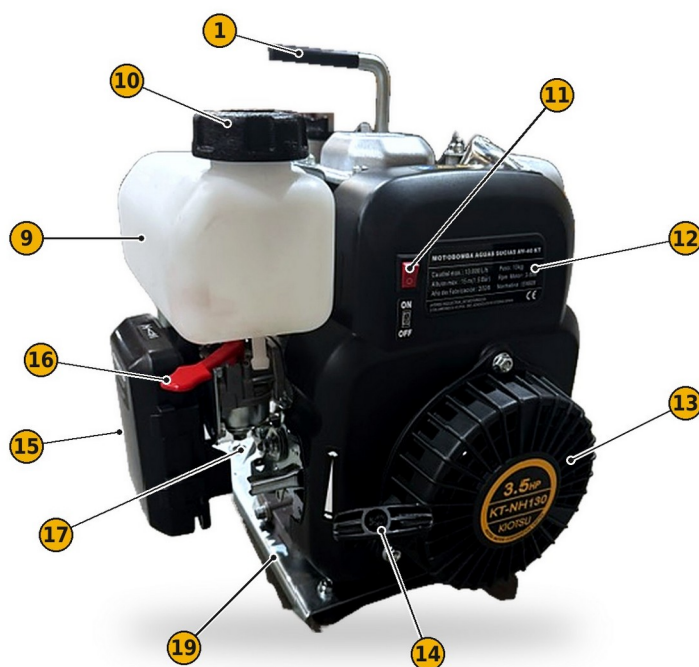

FIG. 6 — AY-40 KT: lado de los mandos del motor
- 2) Sitúe el interruptor del motor (FIG. 3, nº 6, o FIG. 6, nº 11) en la posición ON.
- 4) Con el motor frío, cierre el estrangulador (FIG. 4, nº 14, en el AY-25 KT; palanca roja, FIG. 6, nº 16, en el AY-40 KT). Con el motor caliente o a temperatura ambiente elevada no suele ser necesario.
- 5) Sitúe la palanca del acelerador (FIG. 3, nº 7, o FIG. 6, nº 17) aproximadamente a mitad de recorrido entre la posición de ralentí (tortuga) y la de máxima velocidad (liebre).